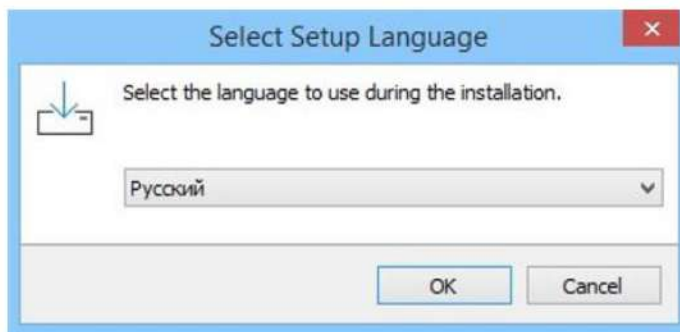

Рисунок 2 - Выбор языка
- 2) Выбрать язык, нажать кнопку «ОК» (Рисунок 2).